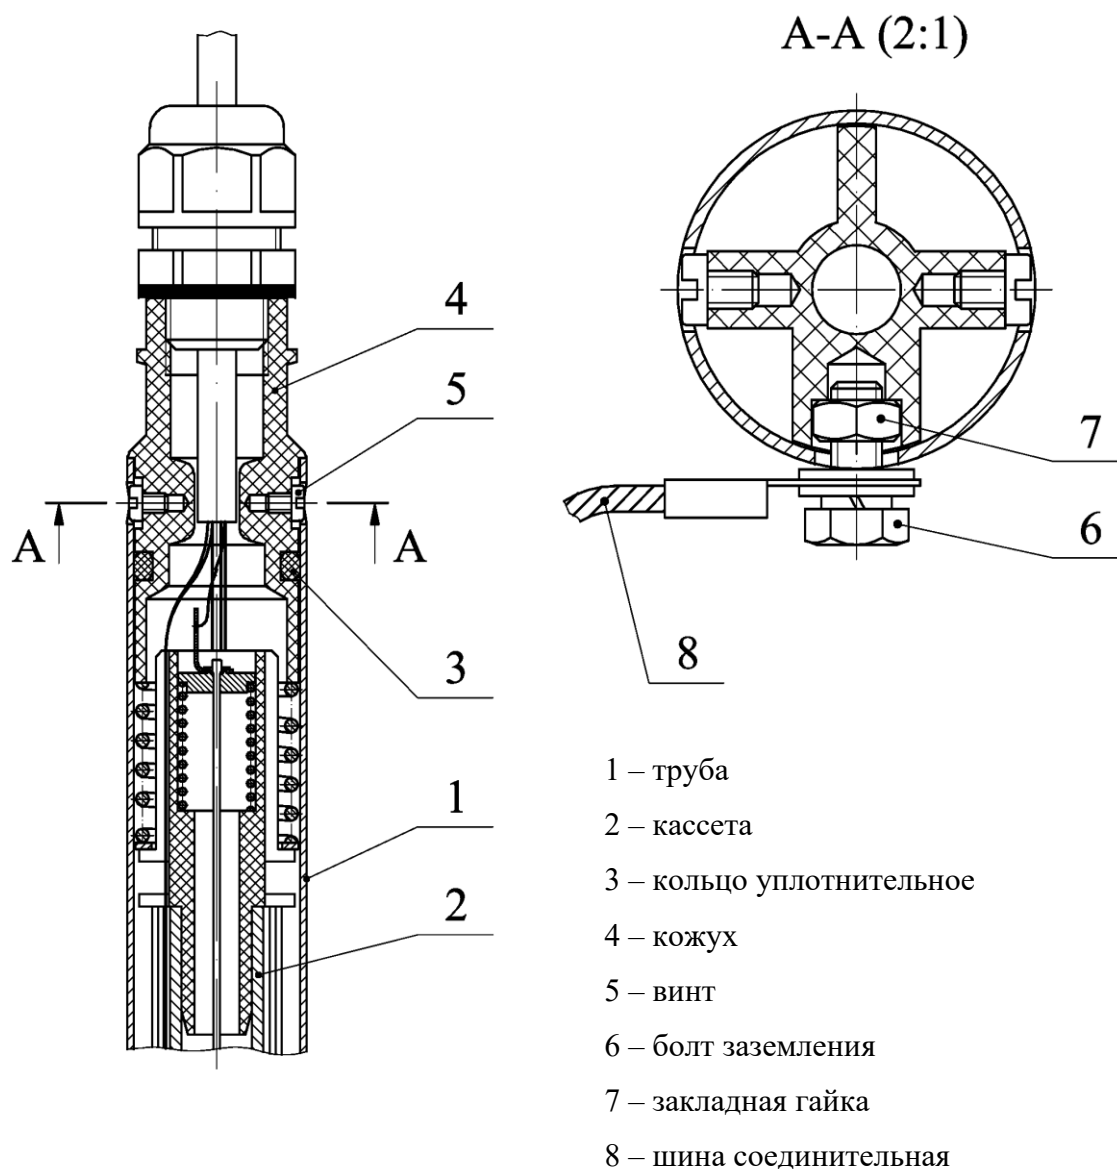

Рисунок 4.1 – Узел крепления кассеты БДУТ
4.3.1 Снять с трубы 1 защитный чехол (рисунок 4.1).